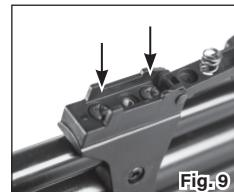

Fig. 9
- Eleve a mira posterior para obter acesso aos dois parafusos de montagem (Fig.9).